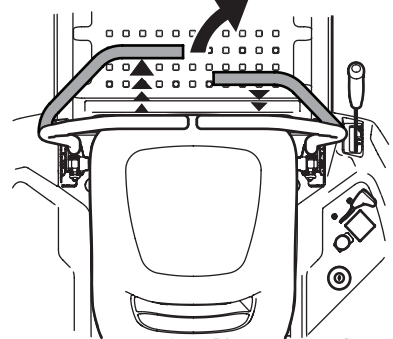

Figure 3-6
2. Pour tourner à droite, tirez la barre de conduite droite vers vous et poussez la barre de conduite gauche vers l'avant. Voir Figure 3-6.